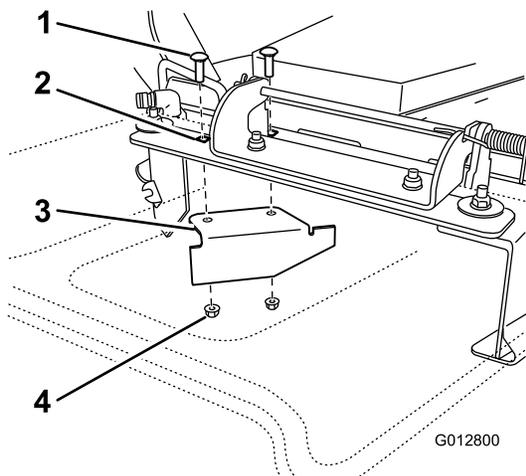

Figura 31
- Localice el tabique en la bolsa de piezas sueltas y retire las fijaciones de los taladros traseros de la placa de descarga (Figura 31).